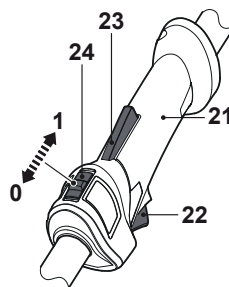

Fig. 26
- > Relâchez la manette de blocage [23] et l'accélérateur [22], puis laissez l'appareil tourner à vide pendant 10 à 15 secondes (Fig. 26).